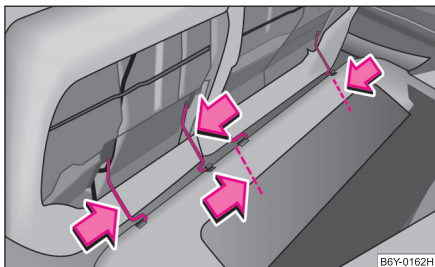

Fig. 56 Demontarea scaunelor din spate
- Apăsați mânerul de sârmă în sensul săgeții ⇒ fig. 56 și scoateți bancheta din suport.